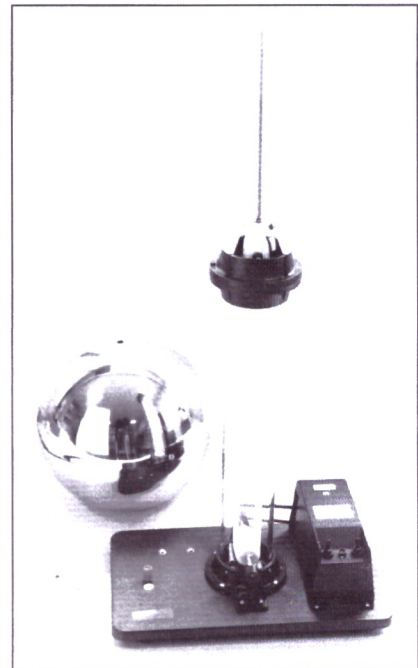

Abb. 16
15. Der Haltekopf wird so auf das obere Rohrende aufgeschoben, dass sich sein kammförmiger Metallstreifen auf der gleichen Seite befindet, auf der die Halogenlampe im Haltesockel angebracht ist und er mit seinen Justiervorsprüngen in die kurzen Schlitz des Rohres einrastet (Abb. 16).